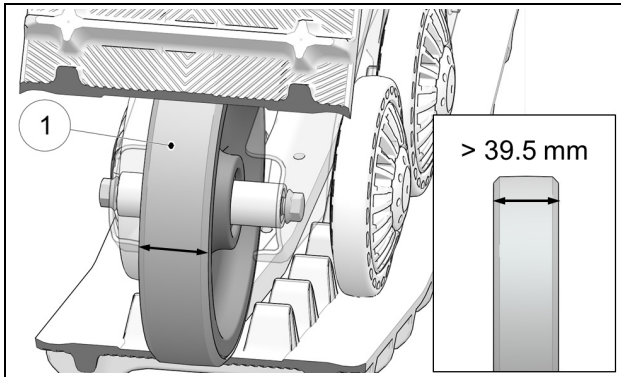

Figure 40
Vérifier l'usure de la bande de guidage de chaque côté des roues 200 mm. Remplacer la roue si la largeur est inférieure à 39.5 mm (42.5 mm à l'état neuf). Une roue trop usée n'offre plus le support nécessaire au guidage de la chenille. Figure 40.
Vérifier aussi l'usure de la bande de contact (1). Si la bande est usée, perforée ou craquelée, remplacer la roue. Elle n'offre plus un support adéquat à la chenille. Voir la Figure 40.